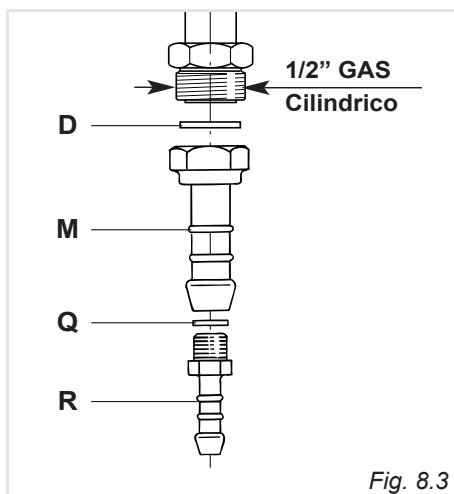

Fig. 8.3
Il gruppo di raccordo (fig. 8.3) si compone di:
- Montare il raccordo portagomma "M" interponendo la guarnizione di tenuta "D" (fig. 8.3).
- Montare sul portagomma "M" la riduzione "R" con interposta la guarnizione "Q" (fig. 8.3).
Per effettuare il collegamento gas è necessario togliere il portagomma "M" (fig.8.3) ed avvitare direttamente sul condotto gas dell'apparecchio il terminale del tubo metallico interponendo la guarnizione "D" (fig. 8.4).